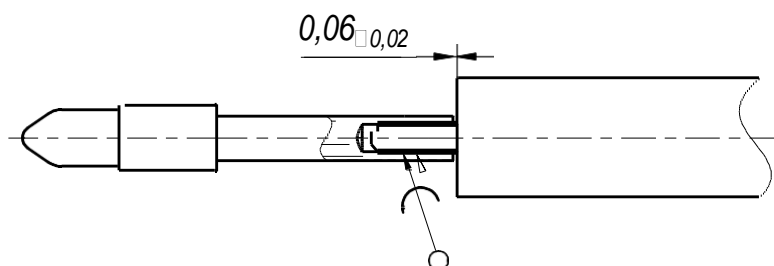

Рис. 23. Пайка штыря на жилу кабеля
- 1) Выполните пайку штыря на жилу кабеля (рисунок 23). Для того, чтобы обеспечить хорошие параметры кабельной сборки, необходимо точно выдерживать размер  $0,06_{-0,02}$  мм;